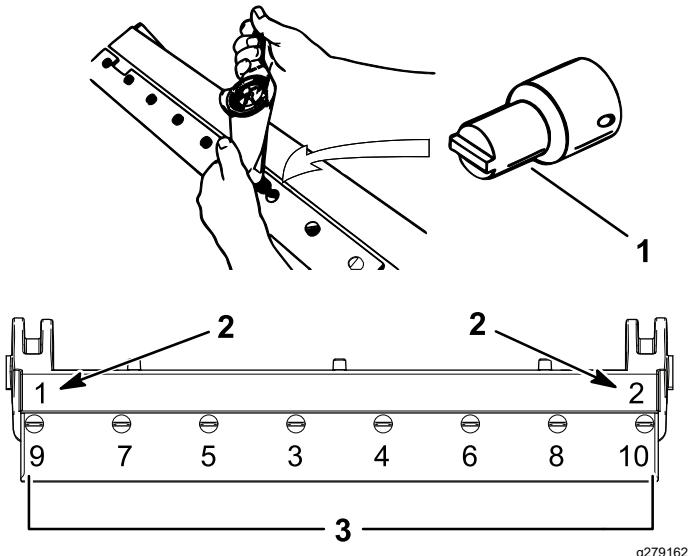

Bild 40
4. Ziehen Sie die zwei äußeren Schrauben auf ein Drehmoment von $1 \text{ N}\cdot\text{m}$ an, siehe Bild 40.
5. Fangen Sie in der Mitte des Untermessers an und ziehen Sie die Schrauben auf ein Anzugsmoment von $23-28 \text{ N}\cdot\text{m}$ fest, siehe Bild 40.